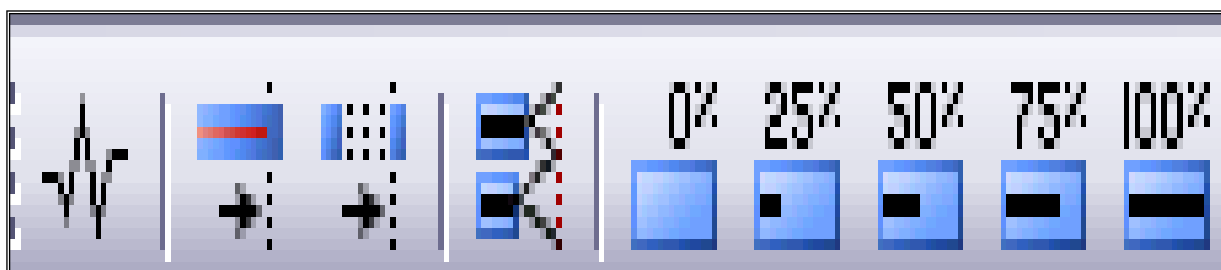

Рис. 29. Панель инструментов «Отслеживание»
- Таблицы **Отслеживание** и панели инструментов *Отслеживание* (рис.29).